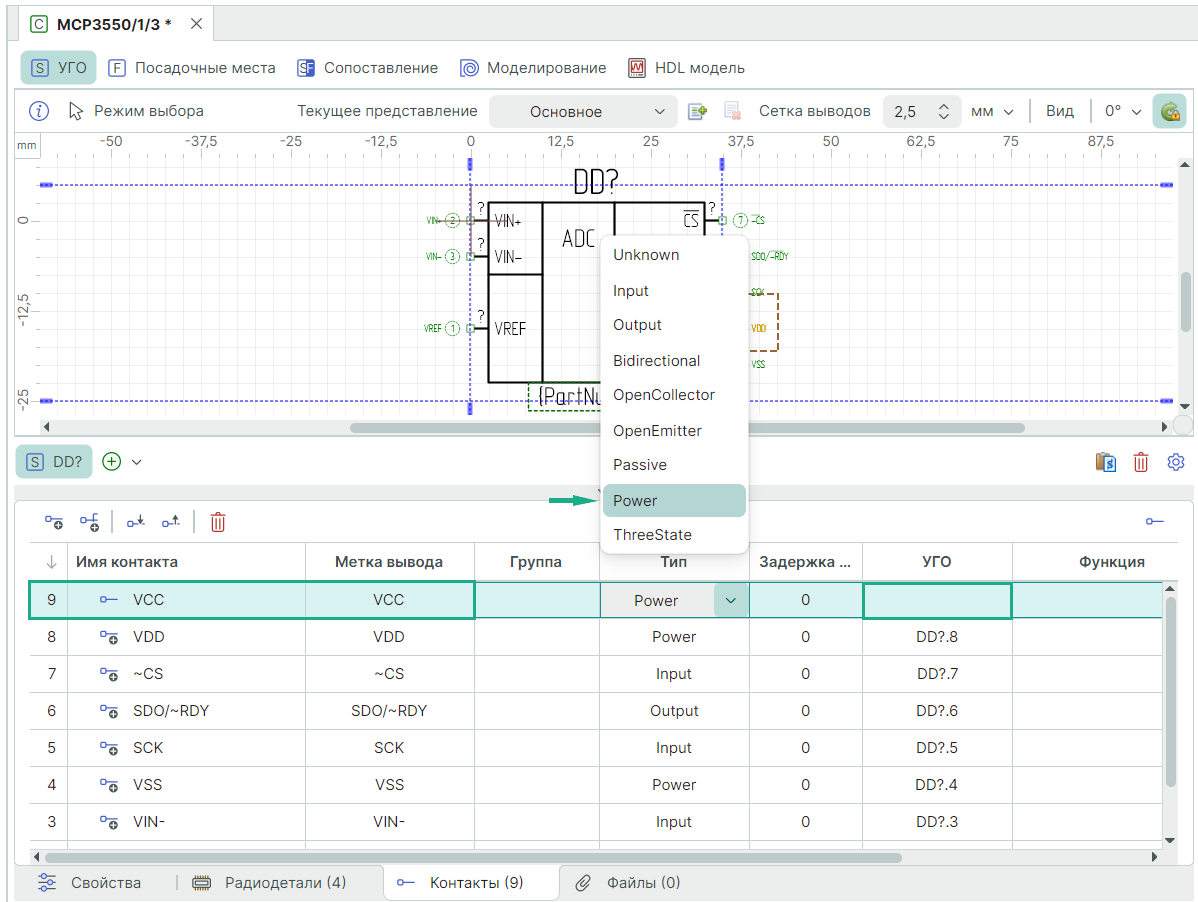

Рис. 253 Определение типа контакта
2. Задайте для выбранного контакта тип «Power», см. Рис. 253.